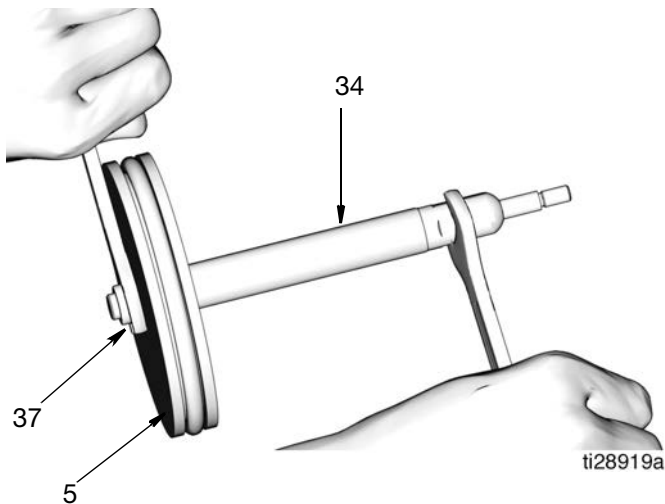

FIG. 23
- b. Tourner deux clés en sens inverse l'une de l'autre pour séparer la tige de piston (34) et le piston (5). Placer une clé sur les méplats de la tige de piston et tourner la seconde clé pour desserrer l'écrou (37) (FIG. 23).